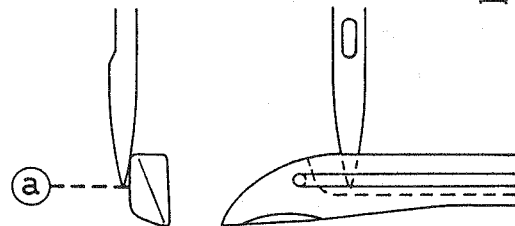

図 29
- ・ 針糸受け⑩を(+)方向に動かすと、ループが大きくなります。
- ・ 針糸受け⑩を(-)方向へ動かすと、ループが小さくなります。
(4) 下糸繰りの調節(図 29~30)
ルーバーが最左位置から右へ移動中、ルーバー背面へ下降してきた左針先端が、図 29 の(a)位置にきたとき、下糸繰り①がたぐり込んでいたルーバー糸が図 30 の下糸繰り(b)点から外れるようにネジ②を弛めて、調節してください。
ルーバーが最左位置から右へ移動中、ルーバー背面へ下降してきた二重環針先端が、図 29 の(a)位置にきたとき、下糸繰り①がたぐり込んでいたルーバー糸が図 30 の下糸繰り(b)点から外れるように、ネジ②を弛めて調節してください。